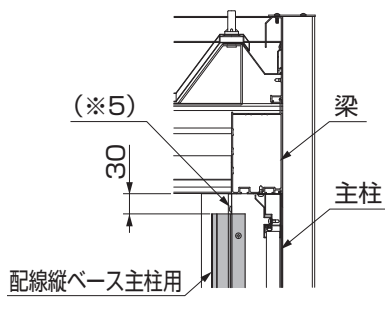

図4-4 配線縦ベース主柱用取付け位置
- 配線縦ベース主柱用は、桁・前後梁下端より30mm低い部分を上端にして取付けてください。（図4-4参照）
- ② 配線カバーD（またはA）の側面にφ4.5の下穴をあけてください。
- ③ 天井なしの場合は、配線縦ベース主柱用に配線縦ベース主柱用補完材を【50-2】で取付けてください。
- ④ 配線カバー端部キャップAを、配線縦カバーのD（またはA）上端に【50-1】で取付けてください。
- ⑤ 配線カバー端部キャップBを、配線縦カバーD（またはA）の下端に【50-1】で取付けてください。
- 配線縦ベース主柱用を取付ける際は主柱のネジ（※5）を避けて取付けてください。（図4-4参照）